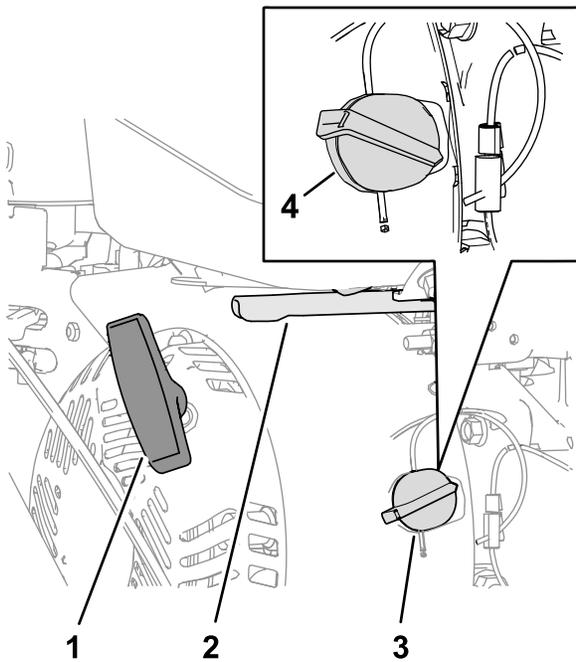

Figura 12
1. En el lado derecho del motor, gire el interruptor de encendido/apagado del motor en sentido horario a la posición de ENCENDIDO (**Figura 12**).
- Mueva el acelerador a un punto intermedio entre las posiciones de LENTO y RÁPIDO, situadas en el lado trasero derecho del motor (Figura 12).
- Tire lentamente del arrancador de retroceso del motor hasta que note resistencia, luego deje de tirar (Figura 12).
- Mueva el acelerador a un punto intermedio entre las posiciones de LENTO y RÁPIDO (Figura 12).
encendido/apagado del motor a la posición de APAGADO para apagar el motor (Figura 12).